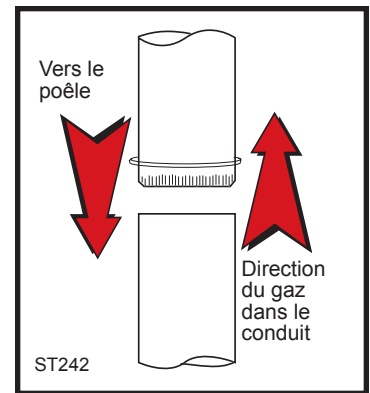

Fig. 5 Carneau.
- Commencez l'assemblage de la buse au poêle. Insérez la première extrémité gaufrée dans la buse du poêle et dirigez chacune des extrémités gaufrées vers le poêle. (Fig 5) À l'aide des trous dans la buse utilisés comme guides, percez des trous de 3mm (1/8 po) au bas de la première section du carneau et fixez-le à la buse à l'aide de trois vis autotaraudeuses no. 10 x 12,7 mm (1/2 po). Soulevez la plaque chauffante et recouvrez la surface du poêle entre l'ouverture de la plaque chauffante et l'avant de la buse afin de protéger le fini lorsque vous percez le trou avant.
- Fixez chaque joint entre les portions du raccord de cheminée, y compris les joints télescopiques, avec au moins trois (3) vis à tôle. Les trous pré-perçés dans la partie supérieure de chaque carneau servent de guide pour percer les trous de 3mm (1/8 po) dans le bas de la section suivante.